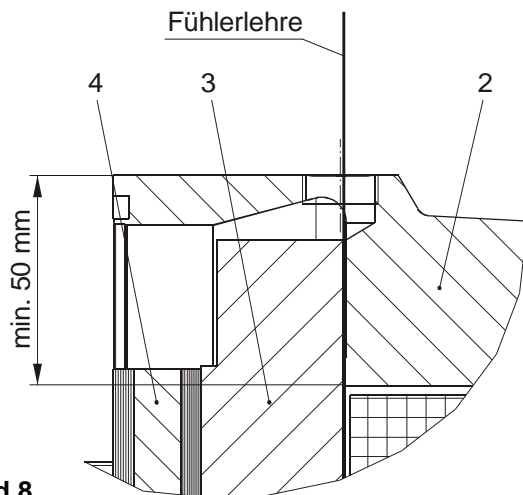

Bild 8
Der Luftspalt kann mittels Fühlerlehre geprüft werden, die mindestens 50 mm tief (siehe Bild 8) eingebracht sein muss, damit der Abstand zwischen Ankerscheibe (3) und Spulenträger (2) gemessen wird.